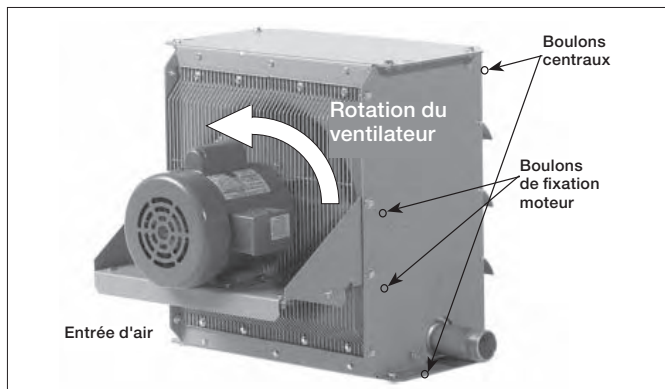

Figure 8
6. Assurez-vous que l'air sort par les ventelles et que le ventilateur tourne dans le sens inverse des aiguilles d'une montre lorsqu'on le regarde depuis l'arrière du système de chauffage (voir Figure 8).
9. L'air doit sortir par les ventelles et le ventilateur doit tourner dans le sens inverse des aiguilles d'une montre lorsqu'on le regarde depuis l'arrière du système de chauffage (voir Figure 8).
4. Soutenez le poids de l'échangeur de chaleur au moyen du raccord de tuyauterie, tout en retirant les quatre boulons centraux qui maintiennent l'échangeur de chaleur à l'armoire. (voir Figure 8, page 34). Laissez l'échangeur de chaleur reposer sur la partie inférieure de l'armoire.